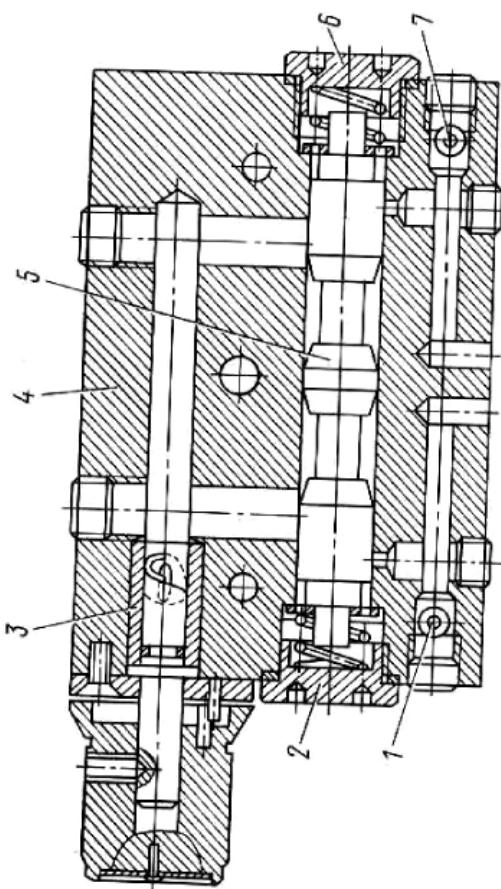

Рис. 3. Гидропанель
- гидропанели ЗЕ642E.70.010 (рис.3);
3.2. Гидропанель (рис.3)